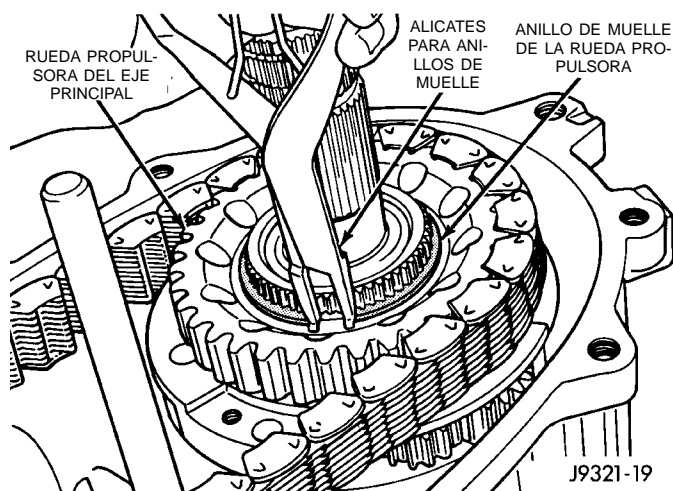

Fig. 65 Instalación del anillo de muelle de la rueda propulsora
(5) Instale el anillo de muelle de la rueda propulsora (Fig. 65).
(6) Limpie las pestañas de sellado de la caja delantera y trasera con cera y eliminador de grasa.